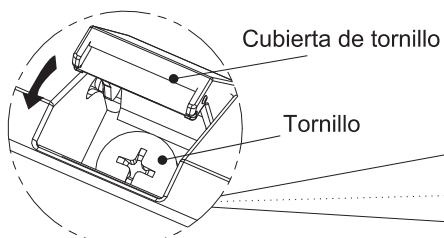

Fig. 25
- 11) Instale los tornillos y cierre las tapas de los tornillos como se muestra en la Fig. 25. (Nota: En algunos modelos deberá instalar 3 tornillos.)